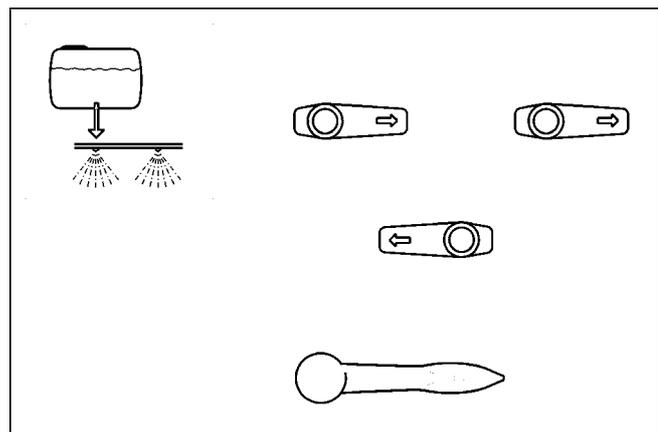

Fig. 7.8
- Ist der Behälter gefüllt, die 3-Wege-Umschalthähne entsprechend (Fig. 7.8) verschwenken und Pumpe ausschalten.